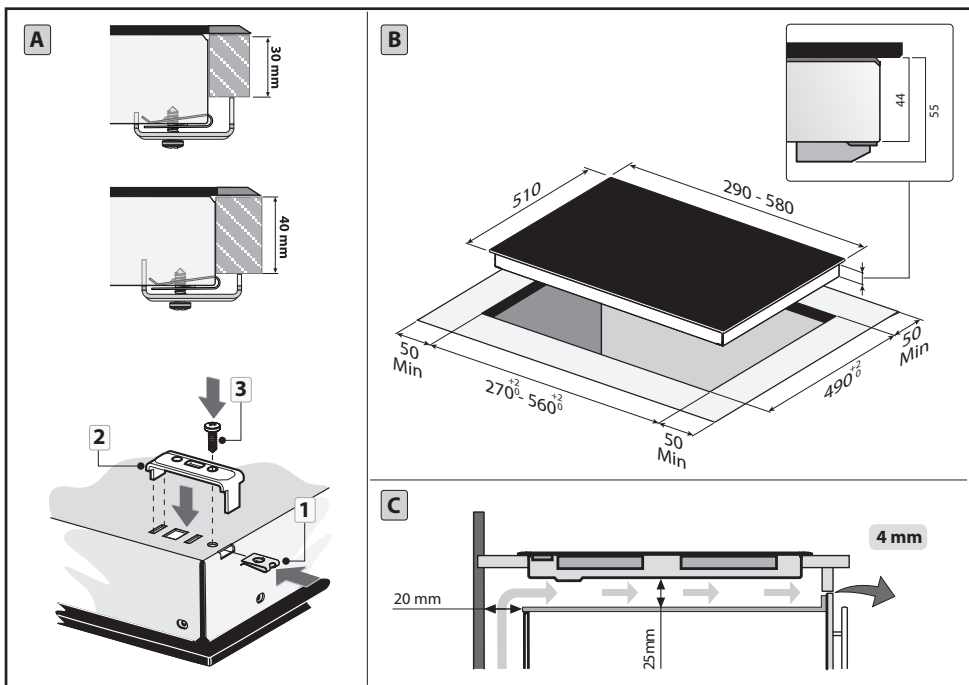

Fig.2
• Colocação da placa em posição (Fig.2):